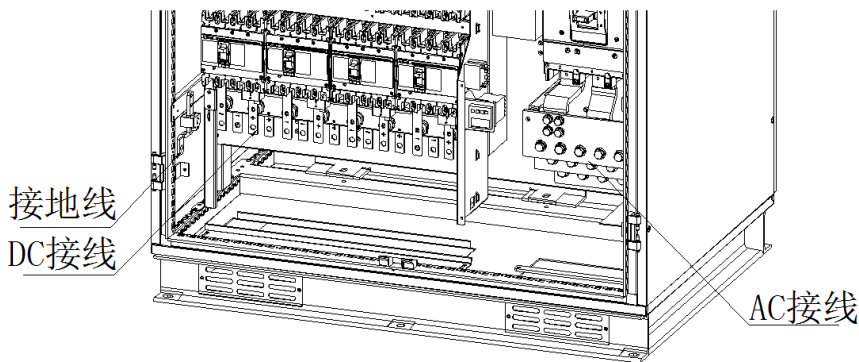

图 3-8 外部配线示意图
(2) 所有外部配线，必须从机器下方的穿线孔中穿过，如图 3-8 所示。